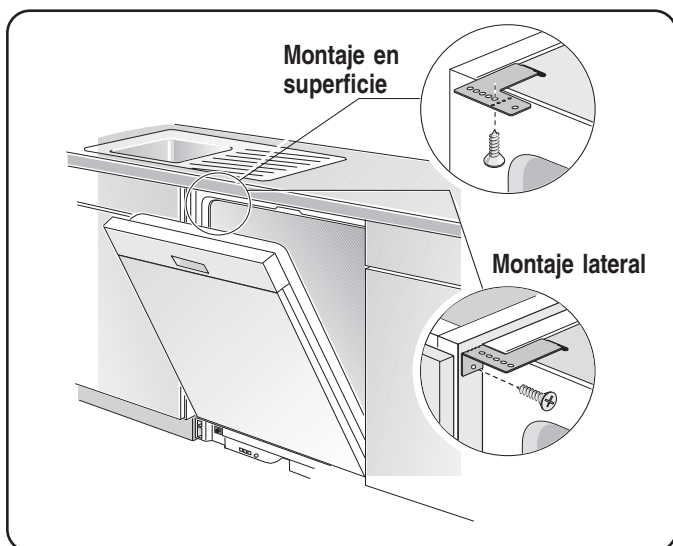

Ilustración 10
- 1 **El Montaje Superior** se utiliza cuando el contador tiene una superficie de madera u otro material fácil de perforar. Acomode los soportes de montaje tal como indica en la Ilustración 10 y sitúe las dos lengüetas pequeñas de modo que cubran las dos ranuras en los rincones delanteros de la lavadora. Oprima firmemente hacia abajo los soportes de montaje hasta introducir las lengüetas en sus ranuras.
- 2 **El Montaje Lateral** se utiliza para las superficies de contador hechas de mármol, granito u otro material muy duro que no se perfora fácilmente. Doble los soportes de montaje en línea con los hoyos pequeños y en la misma dirección como las dos lengüetas pequeñas. Acomode los soportes de montaje tal como indica en la Ilustración 10 y sitúe las dos lengüetas pequeñas encima de los soportes de montaje sobre las dos ranuras en los rincones delanteros de la lavadora. Oprima firmemente hacia abajo los soportes de montaje para poder introducir las lengüetas en las ranuras.